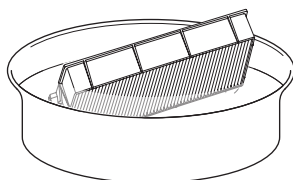

Figura 1
- 2) **Retire la cubierta de filtro de aire. (Figura 1)**
- 1) **Lave la unidad de filtro de aire. (Figura 1)**
- 2) **Quite la cubierta de lámpara. (Figura 1)**